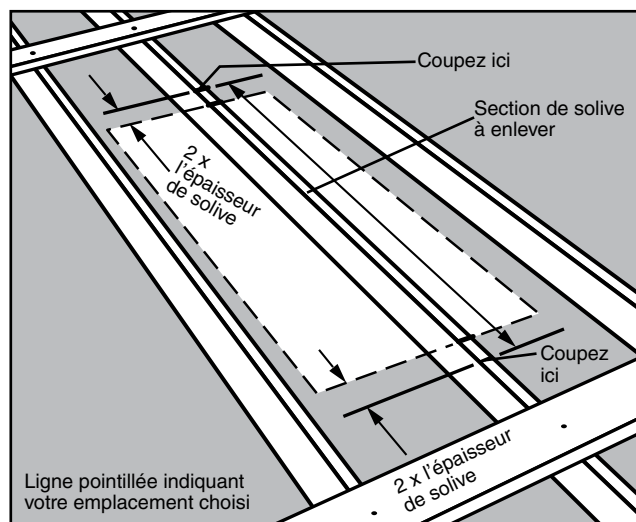
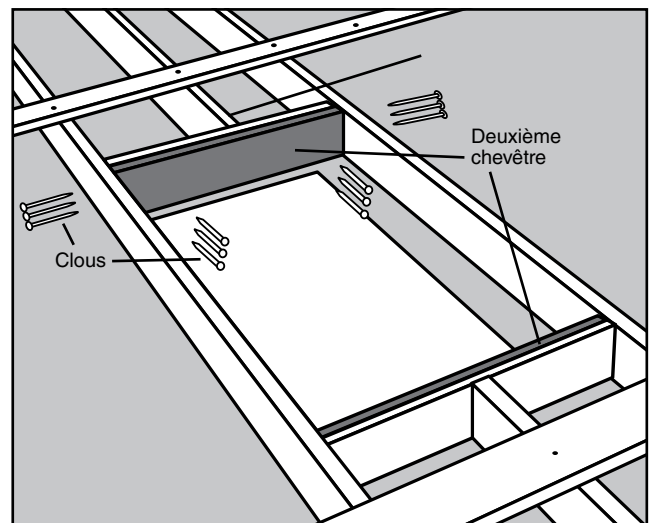

FIGURE 10
FIGURE 16
ÉTAPE 4. Déterminez l'endroit où couper la ou les solive(s). La Figure 10 montre où marquer la/les solive(s) traversant votre emplacement choisi. Notez qu'il faut les marquer de nouveau depuis le bord de votre emplacement, à une distance de deux fois l'épaisseur d'une solive (en général 3 pouces ou 7.6 cm). Cela laisse de la place pour deux chevêtres de la taille d'une solive placés contre chaque extrémité de solive coupée (Voyez la Figure 16 en page 42).
- ÉTAPE 6.** Placez une deuxième rive contre la première et clouez-la dessus avec (3) clous 16d au travers de chaque solive (Voyez la Figure 16).
- ÉTAPE 7.** Plantez (3) clous 16d au travers des solives dans chaque extrémité de la deuxième rive (Voir la Figure 16).